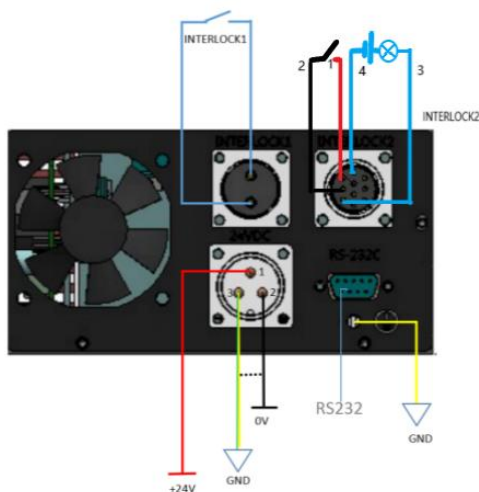

图 3.1 XRT 安装示意图
- 正确的接地方式：电源的机壳必须正确接地，如图3.1是一个典型接线。
连锁是作为一个安全开关来使用的，在连锁断开的时候电源是不会工作的，当电源工作的时候断开连锁会使输出关闭。本电源提供了两个外部连锁功能（详见图 3.1 XRT 安装示意图），客户可以根据实际情况灵活选择工作模式。